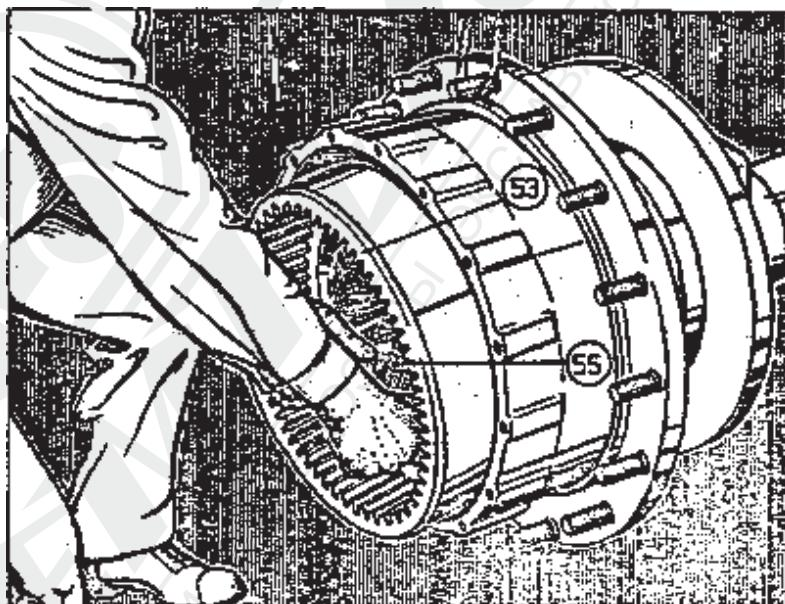

Рис. 4-5. Стягивание полуосевой шестерни 55 вместе
- вынуть полуосевую шестернию 53 вместе со ступицей полуосевой шестерни 55 с помощью ручек ввинченных в резьбовые отверстия /рис. 4-5/.